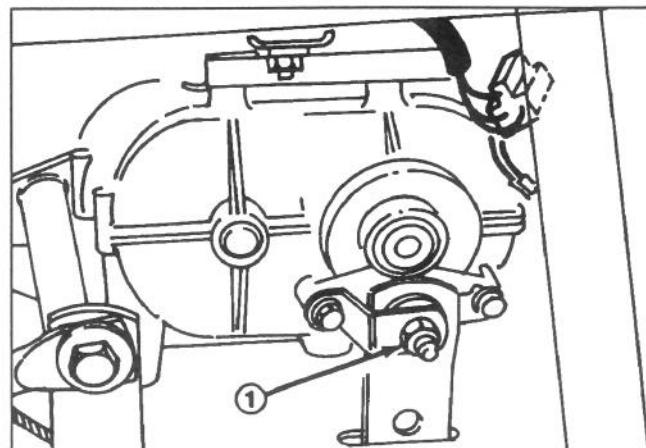

Figure 29
- Serrer le contre-écrou d'environ 1/4 de tour dans le sens des aiguilles d'une montre (Fig. 29).